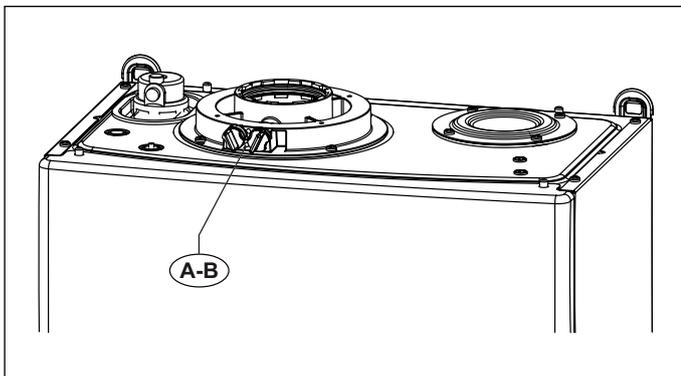
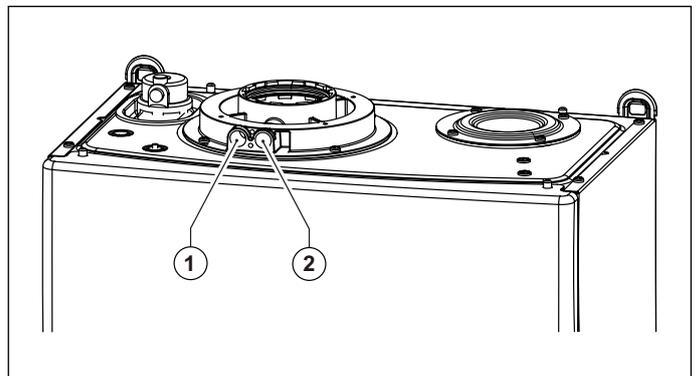

Abb. 13 Abgasstutzen
Abb. 14 Messöffnungen Abgasstutzen
Die Abgasmessung wird, an den dafür vorgesehenen Messöffnungen am Abgasstutzen durchgeführt (siehe Abb. 13 Abgasstutzen und Abb. 14 Messöffnungen Abgasstutzen).
- Messung der Verbrennungsluft **1** (siehe Abb. 14 Messöffnungen Abgasstutzen).
- Messung der Abgastemperatur und des CO₂ **2** (siehe Abb. 14 Messöffnungen Abgasstutzen).